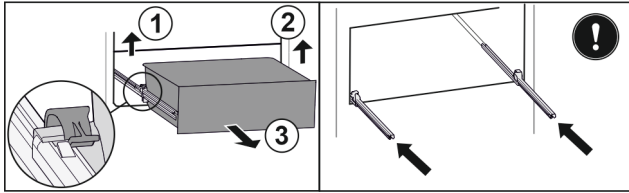

Fig. 96
- ▶ Soulever la bride gauche et tirer dans le même temps la partie gauche du tiroir vers l'avant. Fig. 96 (1)
- ▶ Soulever la bride droite et tirer dans le même temps la partie droite du tiroir vers l'avant. Fig. 96 (2)
- ▶ Retirer le tiroir par l'avant. Fig. 96 (3)